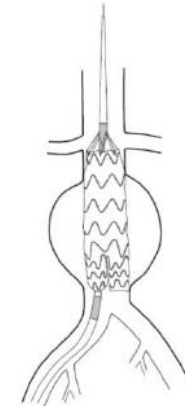

Figura 14
- Continue implantando a endoprótese até que a perna contralateral seja exposta, deixando a bainha sobre os stents restantes no lado ipsilateral. (Figura 14). Isto fixa a extremidade distal da endoprótese bifurcada principal, capturando, ao mesmo tempo, a extremidade da perna ipsilateral.